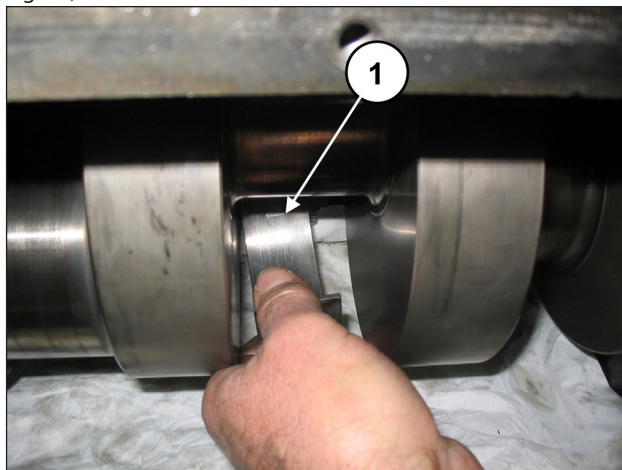

Fig. 27
Sfilare i tre semicuscinetti superiori delle semibielle (pos. ①, Fig. 27).